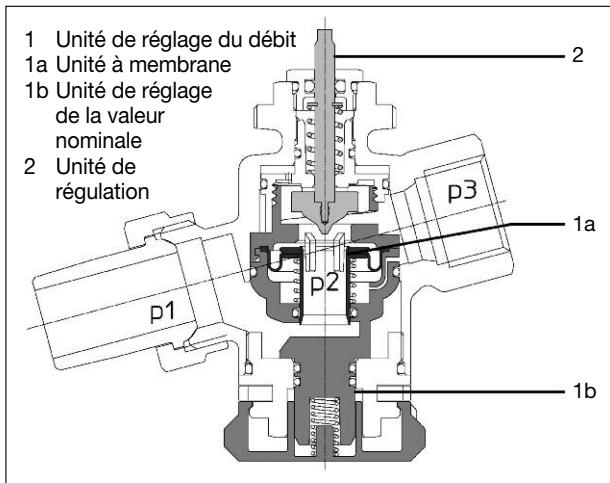
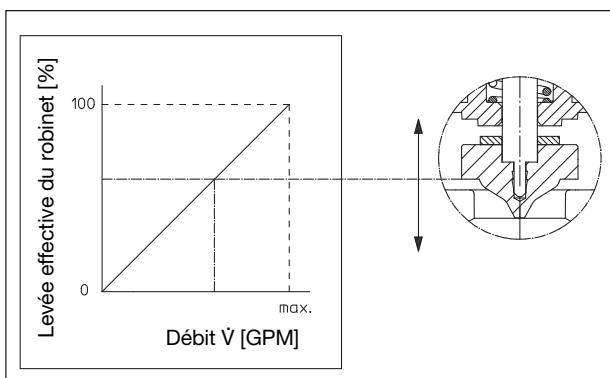
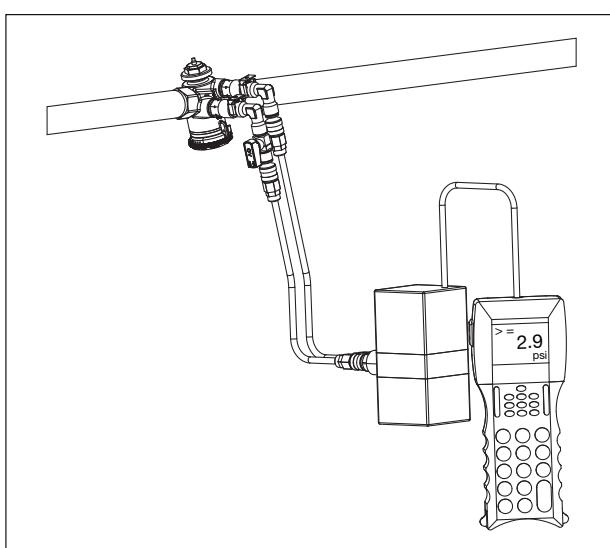

Fig. 5.1 Construction «Cocon QTZ»
Fig. 5.3 Courbe de fonctionnement de l'unité de régulation de «Cocon QTZ»
Fig. 5.4 Mesure de la pression différentielle
L'appareil de mesure de débit «OV-DMC 2» peut être raccordé aux prises de pression (modèle «Cocon QTZ» avec prises de pression) pour vérifier si le robinet fonctionne dans sa plage de réglage. Le réglage du circulateur peut être optimisé en mesurant la pression différentielle (fig. 5.4).
Avec l'appareil de mesure de débit (par ex. «OV-DMC 2») (fig. 5.4) raccordé, la pression différentielle est mesurée à travers l'ensemble de débit (pos. 3, fig. 5.1/5.2). Le robinet de réglage doit être complètement ouvert (dévisser les capuchons de protection ou mettre le moteur en position ouverte). Dès que la pression différentielle mesurée serait au même niveau où supérieur à la pression différentielle Δp_M indiquée dans le diagramme, le robinet fonctionne dans sa plage de réglage.
A l'aide de l'unité à membrane intégrée (pos. 1a, fig. 5.1/5.2), le robinet de réglage et de régulation combiné «Cocon QTZ» assure un réglage de la pression différentielle « p_2 »-« p_3 » sur une valeur constante non seulement à travers l'unité de régulation commandée par le moteur (pos. 2, fig. 5.1/5.2) mais aussi à travers l'unité de réglage de la valeur nominale réglable sur une valeur de débit maximale (pos. 1b, fig. 5.1/5.2).
L'unité de régulation (pos. 2, fig. 5.1/5.2) dispose d'une courbe de fonctionnement presque linéaire (fig. 5.3).